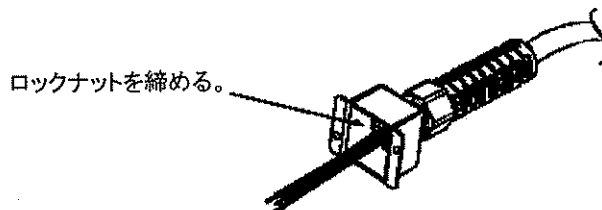

図 3-2 ストレインリリーフへの AC ケーブル取り付け
3. ラセン形の本体に AC ケーブルを通して下さい。AC ケーブルは剥離された側からベース (ゴムシールド部) に差し込み、ケーブルの外側被覆がベースの先端と一緒にになるまで AC ケーブルを入れて下さい。ケーブルを正しい位置に留めながらストレインリリーフ本体をベースに締めつけます ($1.8 \sim 2.0 \text{ N} \cdot \text{m}$ / $18 \sim 20 \text{ kgf} \cdot \text{cm}$)。ケーブルはストレインリリーフの内側で確実に固定されます。図 3-2 をご参照下さい。